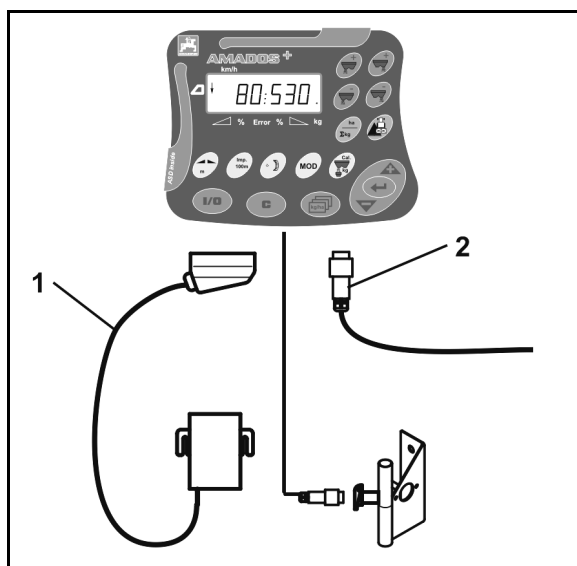

Fig. 2
1. Anslut maskinen som är bogserad/buren av traktorn med hjälp av maskinkontakten (Fig. 2/1).
2. Anslut signalkabeln från traktorns signaluttag eller sensorn X (Fig. 2/2) till **AMADOS⁺**.